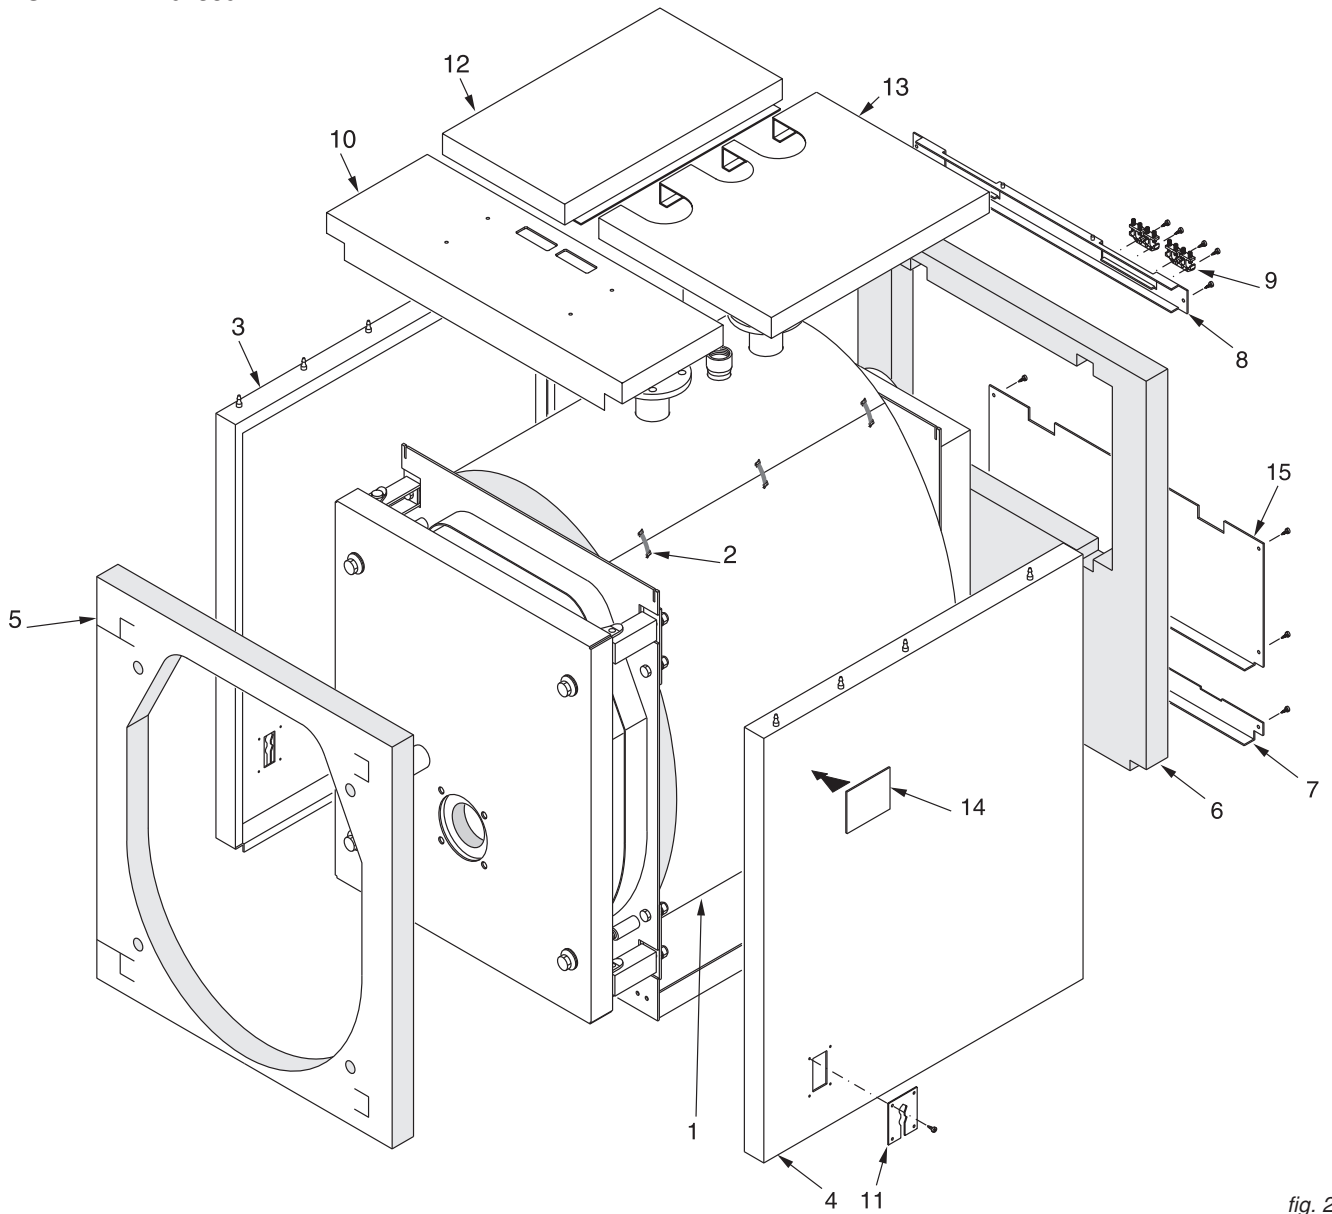

fig. 25
**N.B.** Per i modelli compresi tra **TX N 110** e **TX N 380** (rif. fig. 25 e 26), il mantello e l'isolamento sono contenuti in 1 imballo marcato:
### Sequenza di montaggio (Rif. fig. 25 e 26)